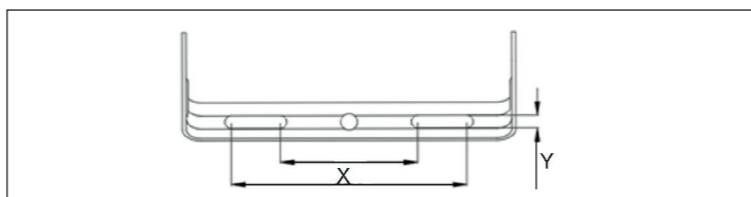

Fig. 5: Borehole distance
- Aprire il pressacavo M16 ruotandolo in senso antiorario fino a quando la morsettiere è esposta come mostrato in Fig. 5.